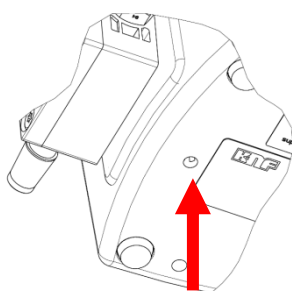

Fig. 1: Foro di scarico
- Non tappare mai il foro di scarico (v. Fig. 1)
In caso di rottura della membrana di trasferimento, il fluido da trasferire viene fatto uscire dalla pompa attraverso il foro di scarico (v. Fig. 1).